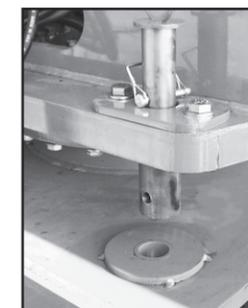

Figure 1 : Boulon de blocage
3. Retirer le boulon de blocage. Voir figure 1.
4. Enfoncer le bouton de démarrage du moteur pour lancer le moteur; relâcher le bouton de démarrage lorsque le moteur a démarré. Si le moteur est froid : appuyer sur le bouton de préchauffage et le maintenir enfoncé pendant six (6) secondes avant de démarrer, dans le cas des modèles à moteur diesel.